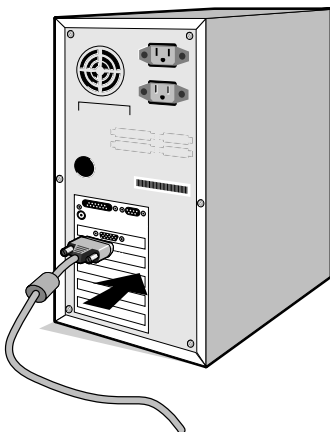

Figura A.1
2. **Para PC con salida analógica:** conecte el cable de señal del mini D-SUB de 15 clavijas al conector de la tarjeta de visualización de su sistema (**Figura A.1**).